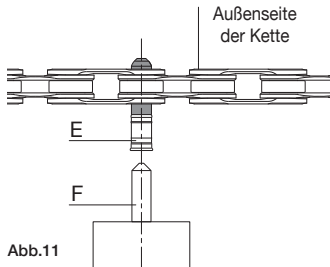

Abb.11
- Kontrollieren Sie, dass die konische Spitze des Schiebers (F) (Abb. 11) genau auf die Mitte der Hülse **5-CN-SR700** (E) (Abb. 11) ausgerichtet ist.